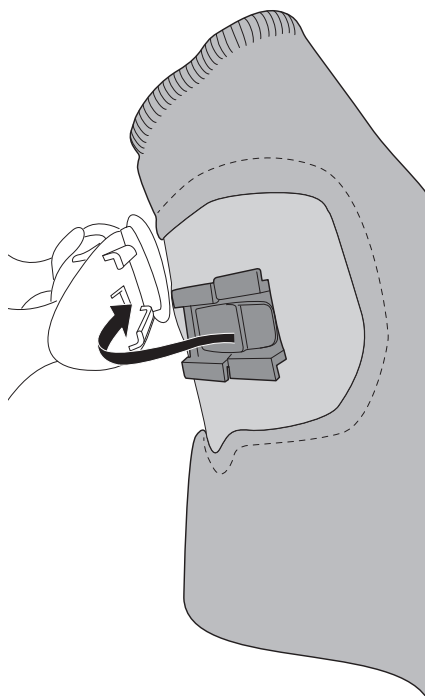

Fig. 18c
- c. Rattacher la bague de maintien du tuyau d'admission d'air à la coiffe. Un déclic se fera entendre lorsque celle-ci sera connectée de façon appropriée (Fig. 18c et 18d).